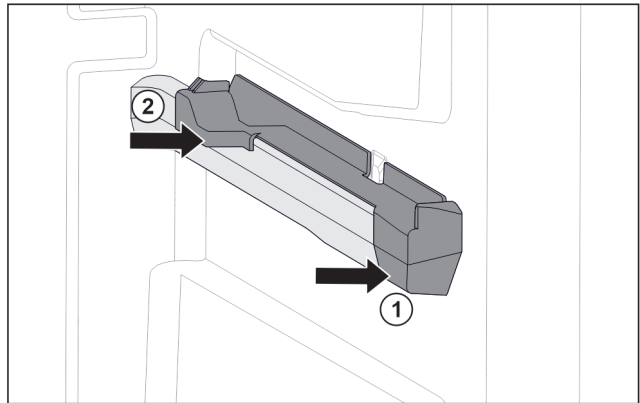

Fig. 60 Вставна частина на правому ребрі для резервуару
- ▶ Одягти вставну частину вперед на ребро резервуару. Fig. 60 (1)
- ▶ Притиснути вставну частину позаду. Fig. 60 (2)